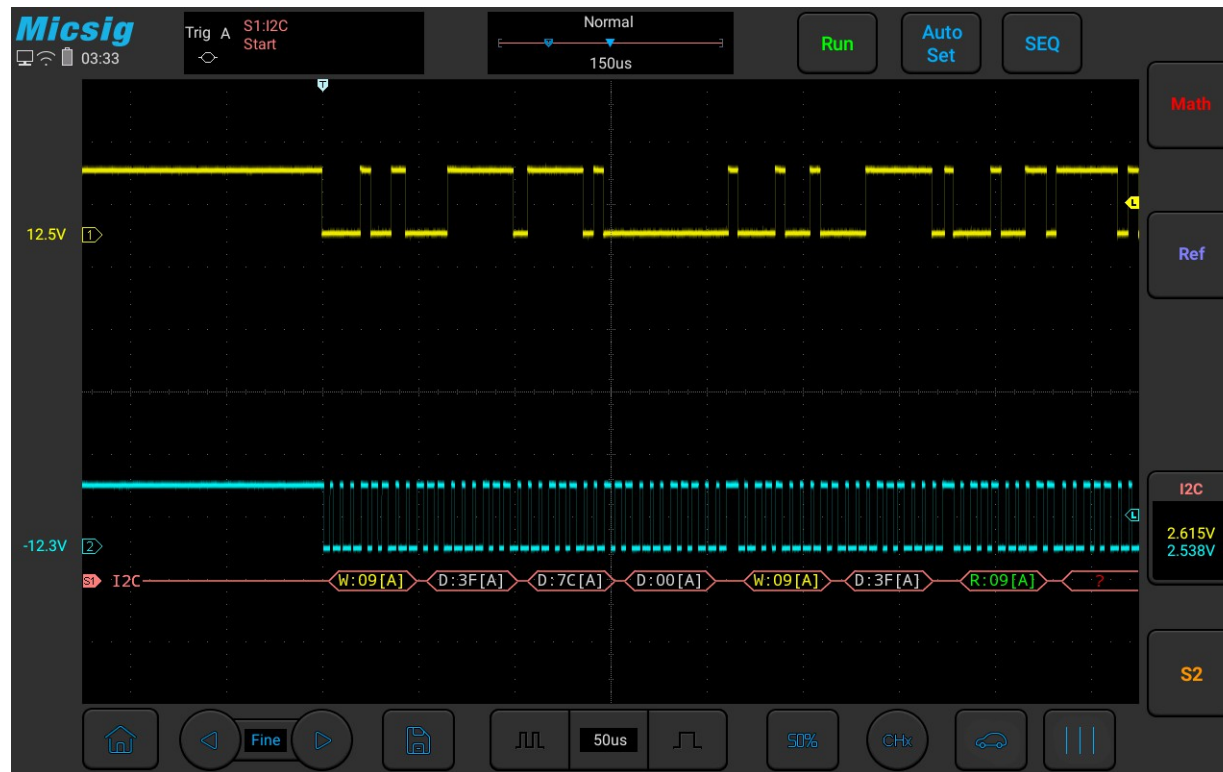

Abbildung 12-24 Grafische Benutzeroberfläche von I2C
- (1) Tippen Sie auf S1, um den Decodierungskanal zu öffnen, und klicken Sie erneut auf S1, um das Buskonfigurationsmenü zu öffnen.
- (2) Wählen Sie als Bustyp „I2C“, öffnen Sie das Bus-Einstellungsmenü und wählen Sie den Taktgeber SCL als Kanal Ch2.
- (3) Öffnen Sie das Menü zur Konfiguration des Triggermodus und klicken Sie auf dem Touchscreen auf „Startbedingung“.
- (4) Stellen Sie den Schwellenwert der beiden Kanäle entsprechend der Signalamplitude ein. Die grafische Benutzeroberfläche für den I2C-Trigger ist in Abbildung 12-24 dargestellt: